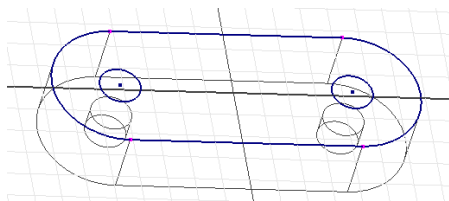

图 2-23 投影孔轮廓到新建草图
(2) 单击【草图】标签栏【绘制】面板的【投影几何图元】工具按钮, 用鼠标单击两个孔, 则孔被投影到新建的草图平面上, 如图 2-23 所示。